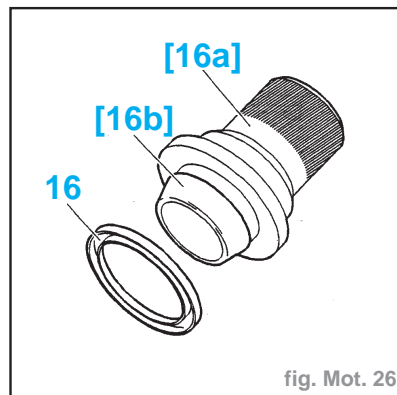

fig. Mot. 26
- Placer l'outil [16b] sur l'outil [16a] (tamp. réf. 0189H2 et H1) (fig. Mot. 26).
- Monter la bague d'étanchéité (16) neuve à l'aide de l'outil [16a].